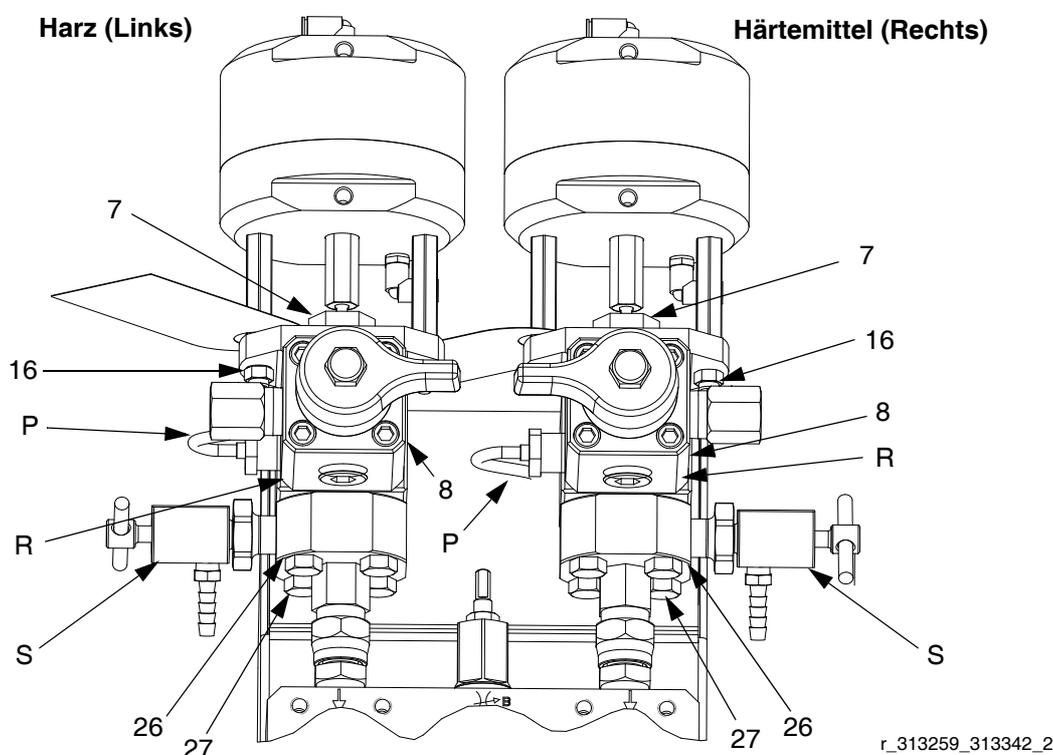

ABB. 1: Ausrichtung des Härtemittel- und Harz-Dosierventils 255478
2. *Dosierventil für Harz (linke Seite):* Die Schrauben (27) ausbauen und den Gehäusesitz (26) um 90° drehen, so dass die Seitenanschlüsse sich gegenüber des Probeentnahmeventils (S) und der Rückseite des Temperatursensors (nicht abgebildet) befinden. Siehe ABB. 1.
3. *Dosierventil für Härtemittel (rechte Seite):* Wenn erforderlich, bauen Sie alle Schrauben (27) aus und